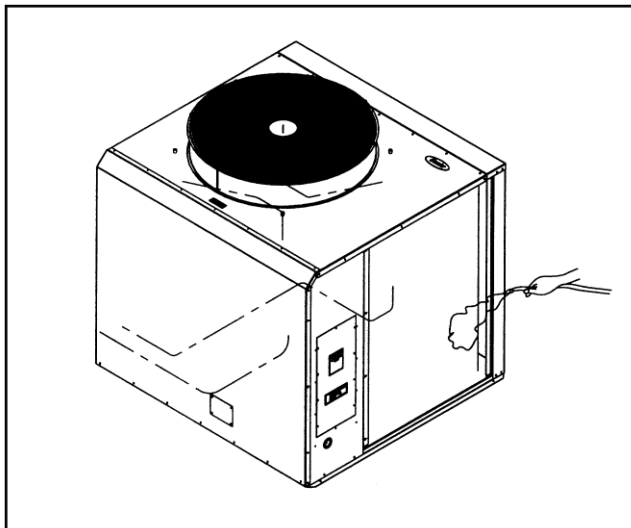

Рис. 9 Промывание теплообменника водой
2. Очистите теплообменник струей воды или сжатого воздуха (рис. 9).